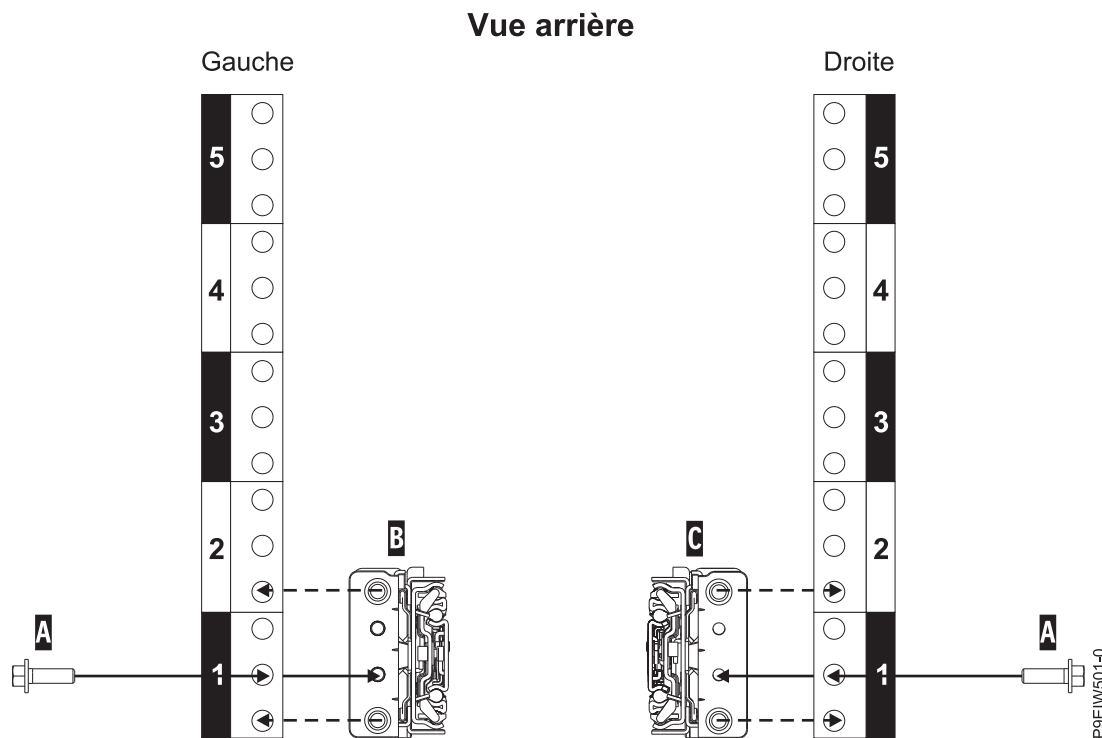

Figure 4. Fixation des glissières à l'arrière de l'armoire
10. Fixe la glissière de gauche (B) et la glissière de droite (C) à l'aide d'une vis M5 x 16mm (A) comme illustré à la figure 4. Insérez et serrez chaque vis dans le trou de bride fileté, situé dans le trou central de l'unité EIA la plus basse.